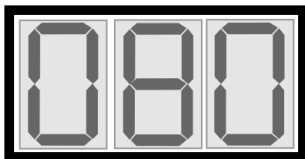

Fig. 4
- En la pantalla se muestra la sigla SAC durante algunos instantes para confirmar la selección del ciclo semiautomático (Fig. 3). Luego, durante la mantecación, se visualiza el valor numérico de consistencia instantánea (Fig. 4).